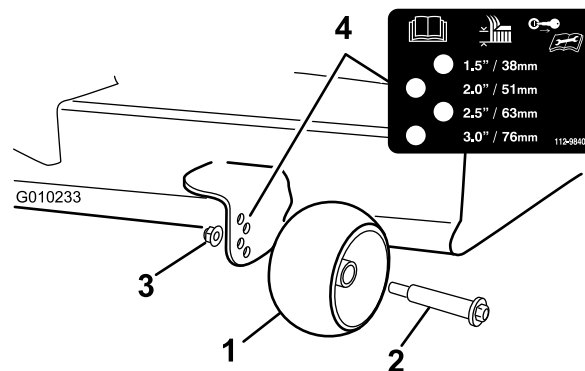

Figure 30
3. Réglez les galets anti-scalp montrés à la Figure 30 à la position correspondant le mieux à la position de hauteur de coupe.